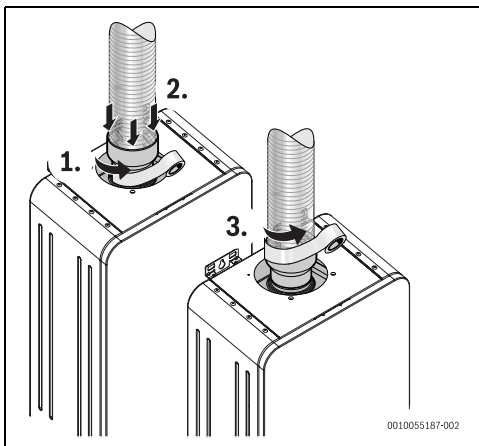

Fig. 22 Installation du type B23
- être isolé avec un matériau adapté (fig. 22)